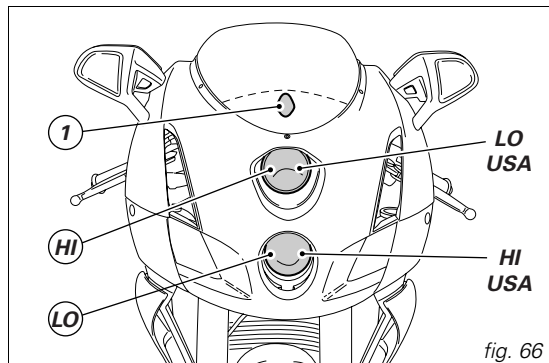

fig. 66
La fig. 66 montre l'emplacement de l'ampoule du feu de croisement (LO), de route (HI) et de position (1).